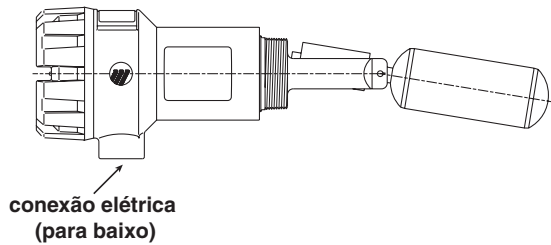

Figura 2
3. Usando uma chave de tubo, gire o instrumento no sentido horário até que as roscas estejam firmes no local. Veja se a entrada para conexão elétrica está virada para baixo. Veja a **Figura 2**.